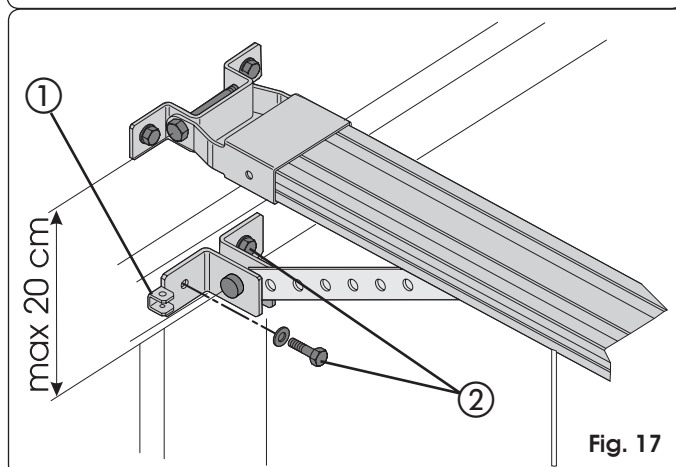

Fig. 17
que le trou de passage du fil de déverrouillage soit tourné vers le côté gauche de la porte (ref. ① Fig. 17).
- 4) Contrôler que la distance entre les entraxes des trous de fixation de la patte d'attache antérieure et de la patte d'attache sur la porte n'est pas supérieure à 20 cm (Fig. 17). Pour un fonctionnement correct de l'automatisme, on conseille d'éviter d'incliner le bras de plus de 30° par rapport au rail de guidage.
- 5) Tracer, percer et fixer la patte d'attache à la porte, par l'intermédiaire des vis (ref ② Fig. 17) **NON** fournies.